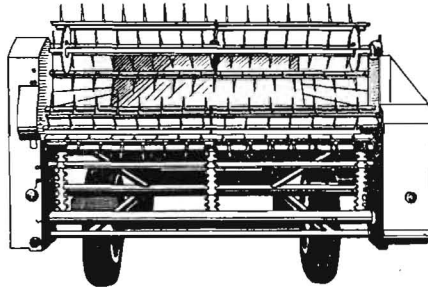

Bild 3
7. Der Streumechanismus (Bild 3) besteht aus 2 Streutrommeln, die übereinander so angeordnet sind, daß sie am Ende des Anhängers den Stallung vom Transportband abnehmen und – um Verdichtungen zu vermeiden – nach oben ausstreuen.